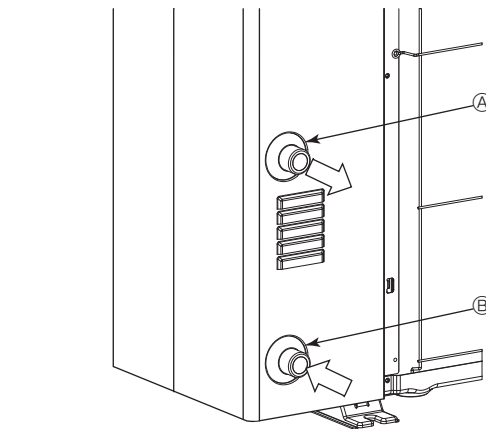

Fig. 5-1
### 5.1. Соединение водопроводных труб (Fig. 5-1)
- Положение входных и выходных труб показано на рисунке Fig. 5-1.
[Fig. 5-1]